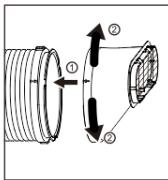

Fig.2
- 2) Utilice la misma forma para conectar la salida de la manguera y la manguera; (Fig. 2)